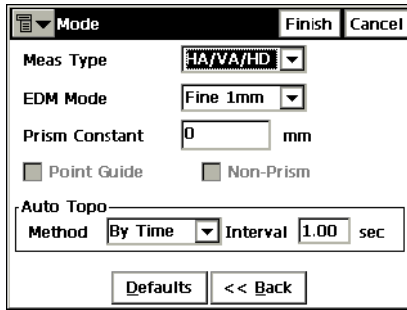

Figura 6-38. Pantalla Modo – Config Continuo
- **Config**: abre la pantalla *Modo*. Pulse **Siguiente** para acceder a las configuraciones de Continuo (Figura 6-38 en la página 6-38):